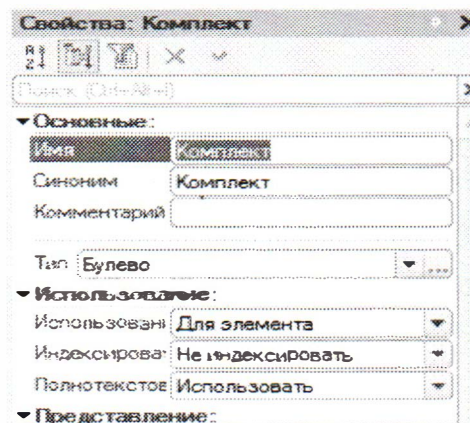

Рисунок 424
– Справочник «Номенклатура» имеет признак «Комплект» со значением типа булево, который определяет принадлежность номенклатуры составу комплекта (общий состав реквизитов справочника был рассмотрен в контексте решения задачи оперативного учета) (Рисунок 424).